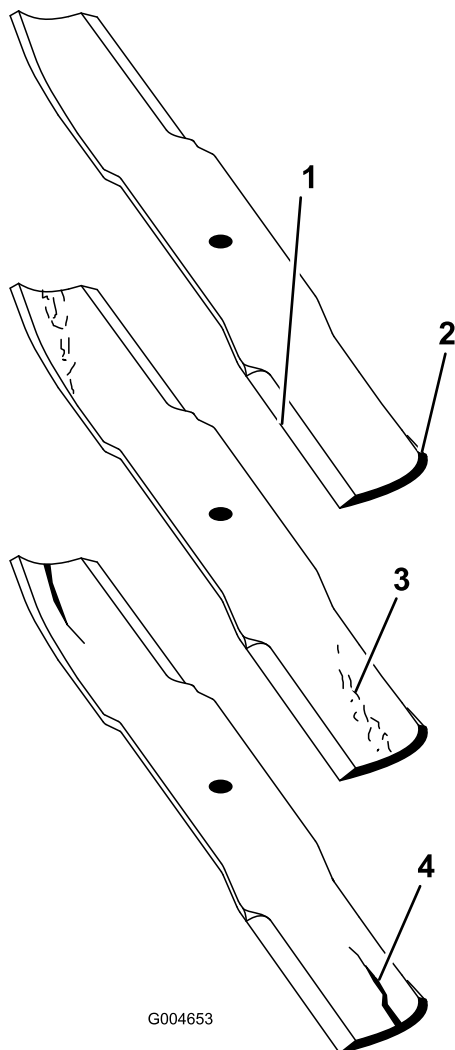

Figure 25
1. Examinez le tranchant des lames (Figure 25). Si les lames sont émoussées ou présentent des indentations, déposez-les et affûtez-les. Voir Affûtage des lames \(page 19\).
2. Inspectez les lames, en particulier l'ailette (Figure 25). Remplacez immédiatement toute lame endommagée, usée ou qui présente une entaille (Figure 25).